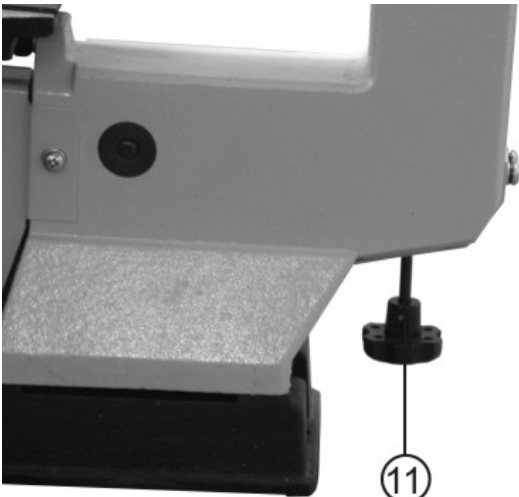

Рис.3
9.1. Ослабьте натяжение пильного полотна (7) поворотом винта (11) на два оборота против часовой стрелки, Рис.3.